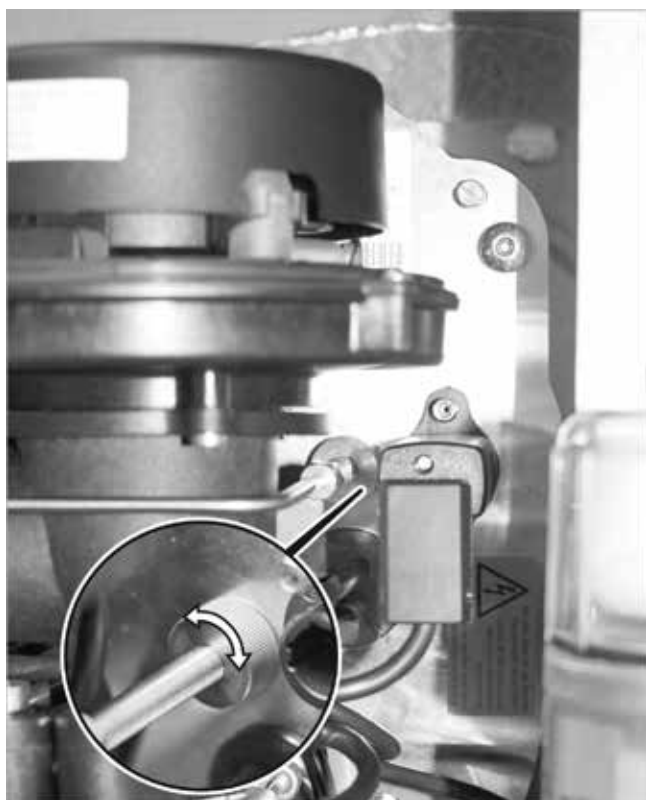

Fig. 120 : écrou moleté (raccord conduite de fioul / porte-vent)
5. Tournez l'écrou moleté du porte-vent (cf. ➔ fig. 120, p. 63) d'env. 2 tours dans le sens contraire des aiguilles d'une montre (le porte-vent est tiré « vers l'arrière »).
1. Un écrou moleté se trouve devant la plaque de support du brûleur au niveau du raccord de la conduite de fioul avec le porte-vent (**→ Fig. 120**). Il permet de déplacer l'ensemble du dispositif de mélange vers l'avant ou vers l'arrière. L'écrou moleté peut être réglé jusqu'à un certain point (butée du dispositif de mélange dans le tube à flamme). Réglez l'écrou moleté de sorte que le dispositif de mélange se trouve au niveau de la butée.